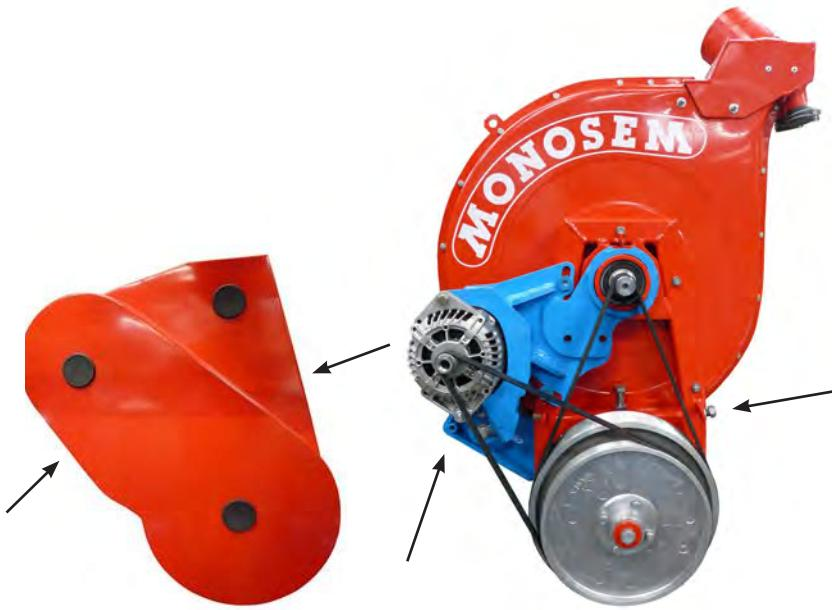

Fig.1
- Fixation du carter (fig. 1).
- Enlever le carter de protection des courroies (fig. 1).
- Fastening the casing (fig. 1).
- Remove the belt's protective casing (fig. 1).
- Fijación del cárter (fig. 1).
- Quitar el cárter de protección de las correas (fig. 1).
- Fissaggio del cárter (fig. 1).
- Togliere il cárter di protezione delle cinghie (fig.1).